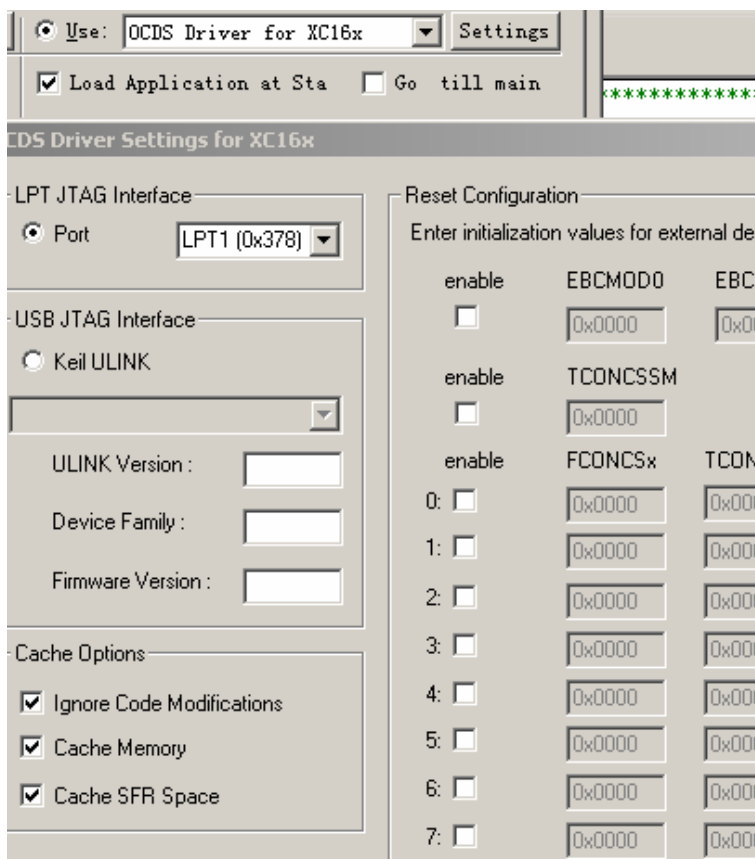

图 4
- 如图 4 选择 Use OCDS Driver for XC16x；